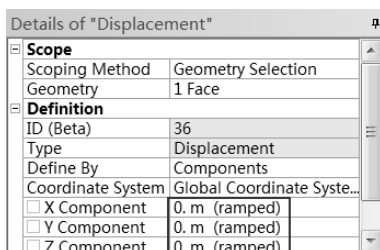

图 5-147 输入位移约束
Step4: 在 X Component, Y Component, Z Component 栏中均输入 0, 如图 5-147 所示。